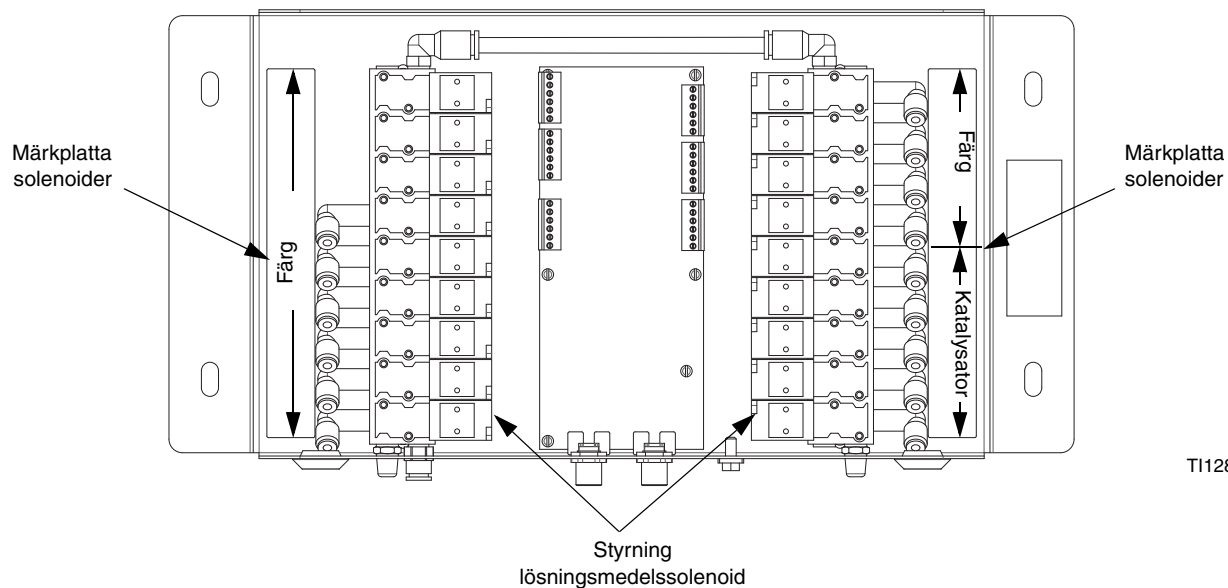

FIG. 2: Kulörbytessolenoider
4. Se FIG. 2. Öppna kulörbytesmodulen. Använd solenoidens märkplattor som guide, tryck ner och håll inne styrknappen på varje kulörsolenoid tills flödet från provtagningsventilerna stannar upp.
4. Se FIG. 2. Öppna kulörbytesmodulen. Använd solenoidens märkplattor som guide, tryck ner och håll inne styrknappen på varje kulörsolenoid tills flödet från tömningsventil A stannar upp.
6. Se FIG. 2. Använd solenoidens märkplattor som guide, tryck ner och håll inne styrknappen på varje katalysatorsolenoid tills flödet från tömningsventil B stannar upp.